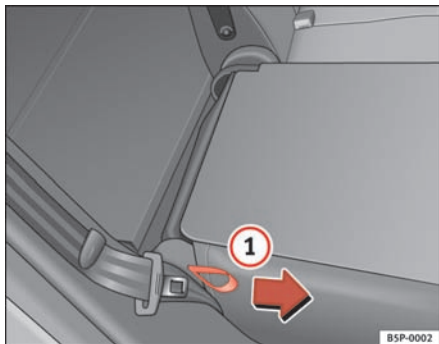

Fig. 98 Sådan klappes forsæderyglænene frem eller tilbage
- Træk stroppen på siden af sædet ⇒ fig. 98 ① i pilens retning, og klap ryglænet tilbage, indtil det går i hak.